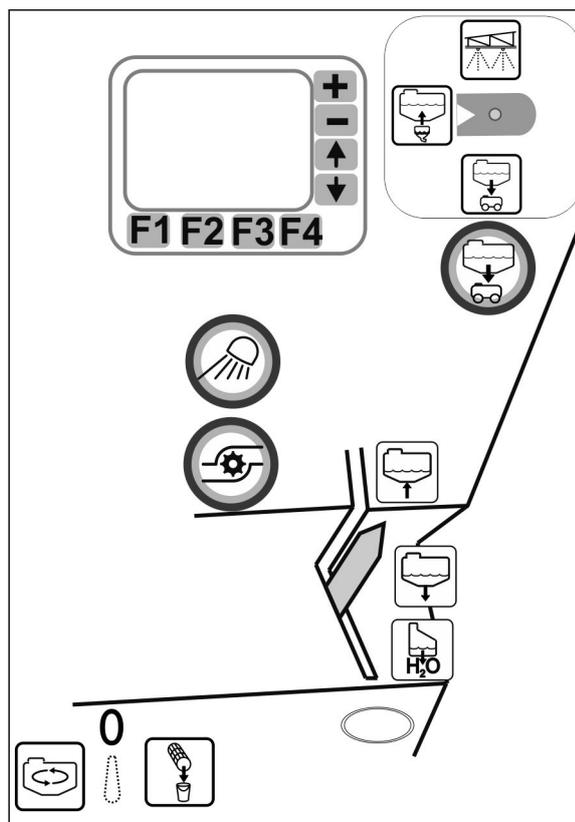

Fig. 143
2. Fjern trykfilteret (Fig. 143/1) og rengjøre det med vann.
5. Fjern trykfilteret (Fig. 143/1) og rengjøre det med vann.